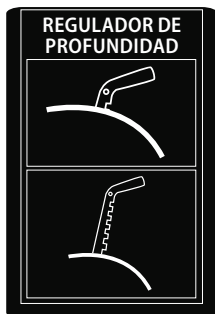
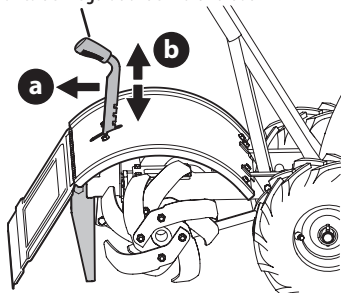

Figura 14
Figura 15
3. Mueva la palanca del regulador de profundidad totalmente hacia abajo a la posición “de desplazamiento”, de modo que los dientes estén separados del suelo. Para cambiar el ajuste de profundidad, tire hacia atrás la palanca del regulador de profundidad (a) y colóque hacia arriba o hacia abajo (b), luego libere la palanca para asegurar en la posición deseada. Vea la Figura 14 y la Figura 15.